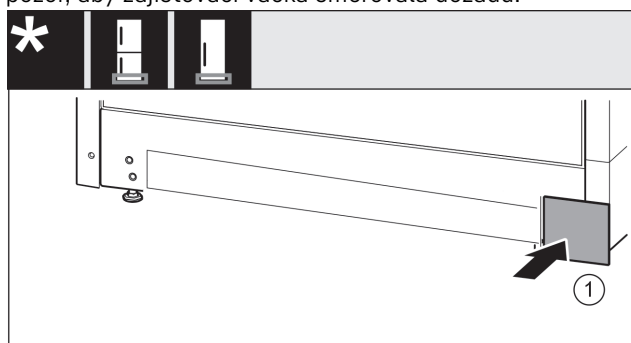

Fig. 50
- Kryt Fig. 50 (1) opět nasad'te na druhé straně.